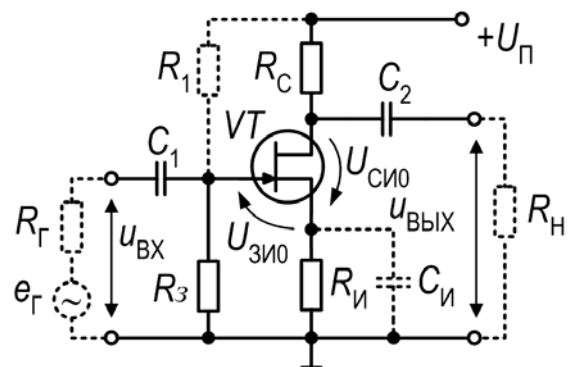

Рис. 8.6 Схема усилительного каскада с общим истоком
(ОЗ). Наиболее широкое применение на практике получила схема с ОИ. На рис. 8.6 представлена схема такого усилительного каскада на полевом транзисторе с управляющим $p-n$ -переходом с каналом n -типа. В этой схеме, называемой *схемой с автоматическим смещением*, за счёт протекания через резистор $R_{И}$ истокового тока автоматически создаётся обратное смещение $p-n$ -перехода ПТ:
- а) собрать схему усилительного каскада в соответствии с рис. 8.6;
9. Пояснить назначение резисторов и конденсаторов в схеме усилителя (рис. 8.6).